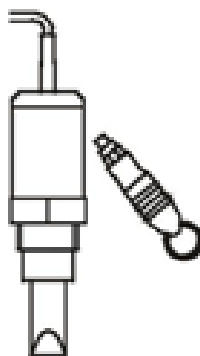

Рисунок 13 - Проверка работоспособности тест-магнитом
**3.2.3** Проверку работоспособности сигнализатора проводите тест-магнитом (рисунок 13) одновременно с проверкой функционирования при любом режиме работы. К отметке на корпусе сигнализатора, расположенного вне контролируемой среды, поднесите магнит и наблюдайте изменение цвета индикатора на корпусе.